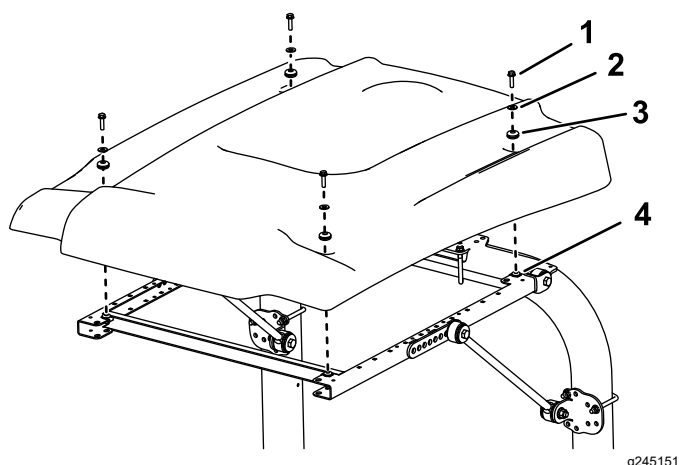

Figura 38
15. Ao alinhar os furos de montagem, posicione o toldo na estrutura como se mostra na Figura 38.
16. Monte, sem apertar completamente, cada canto do toldo na estrutura com um parafuso de cabeça flangeada (5/16 pol. x 1¼ pol.), uma anilha pequena e um olhal (Figura 38).